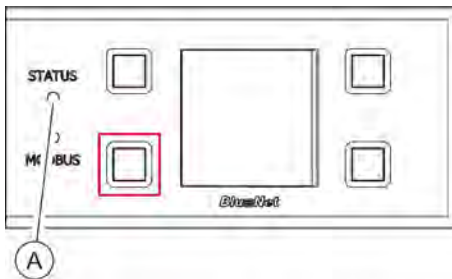

Fig. 82: Pantalla con botones de mando
2. ➔ Pulse durante dos segundos el botón situado junto al LED de Modbus y vuelva a soltarlo (Fig. 82/marcado en rojo).
3. ➔ Espere hasta que el LED de estado se ilumine en blanco (Fig. 82/Ⓐ).